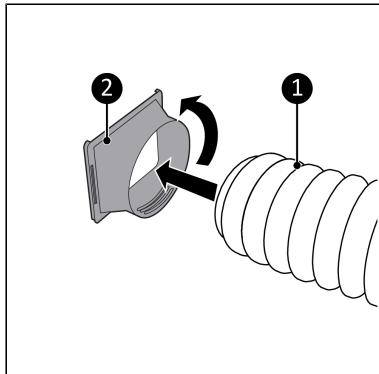

Figure 58.
1. Reliez le raccordement du flexible (Figure 58, pos. 2) à une extrémité du flexible de sortie d'air chaud (Figure 58, pos. 1).